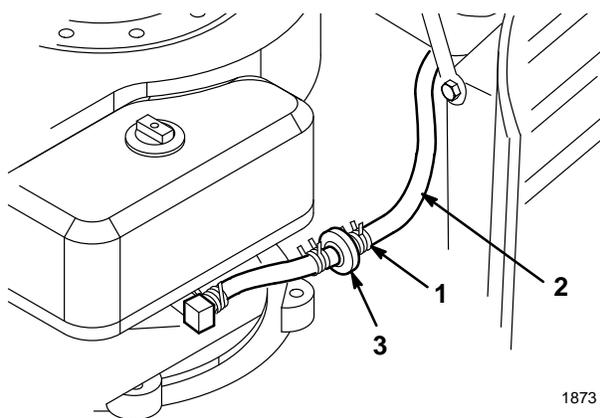

Abbildung 24
3. Die Enden der Schlauchklemme zusammendrücken und die Klemme an der Kraftstoffleitung nach oben zum Kraftstofftank schieben (Abb. 24).
4. Die Kraftstoffleitung vom Filter (Abb. 24) abziehen und das Benzin in einen Benzinbehälter oder eine Auffangschale ablaufen lassen.
Der beste Zeitpunkt zum Austausch des Kraftstofffilters (Abb. 24) ist bei leerem Kraftstofftank. Niemals einen schmutzigen Filter installieren, der von der Kraftstoffleitung entfernt worden ist.
3. Die Enden der Schlauchklemmen zusammendrücken und die Klemmen vom Filter wegschieben (Abb. 24).